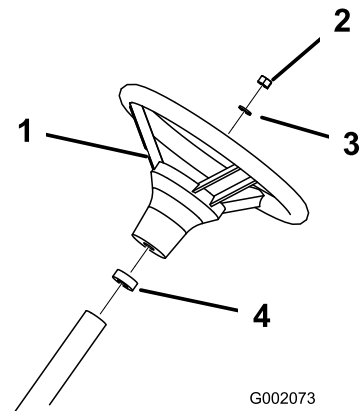

Bild 4
3. Befestigen Sie das Lenkrad mit der Mutter an der Welle (Bild 4). Ziehen Sie die Radmuttern auf 24-29 Nm an.